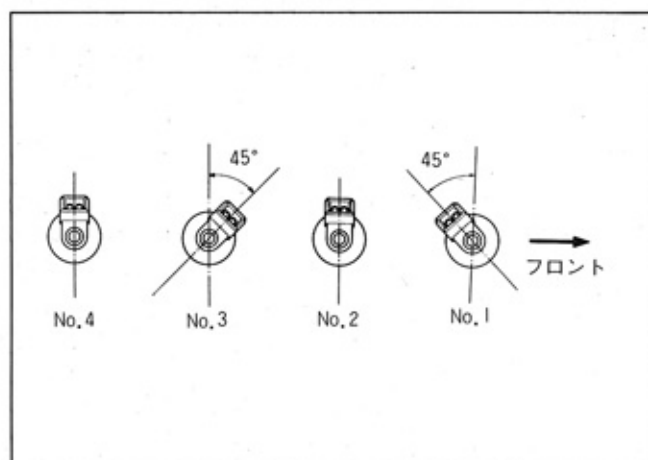

図4-49 インジェクタ組み付け方向
3. インジェクタの組み付け方向は図4-49, 50に示す。